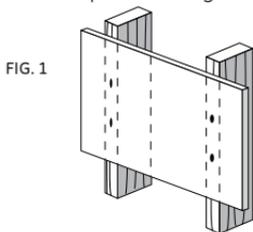

FIG. 1
3. Mientras que otra persona sostiene la placa de pared en posición, marque dos o cuatro lugares (dos por cada viga) para asegurar el soporte a la pared (ver fig. 1).